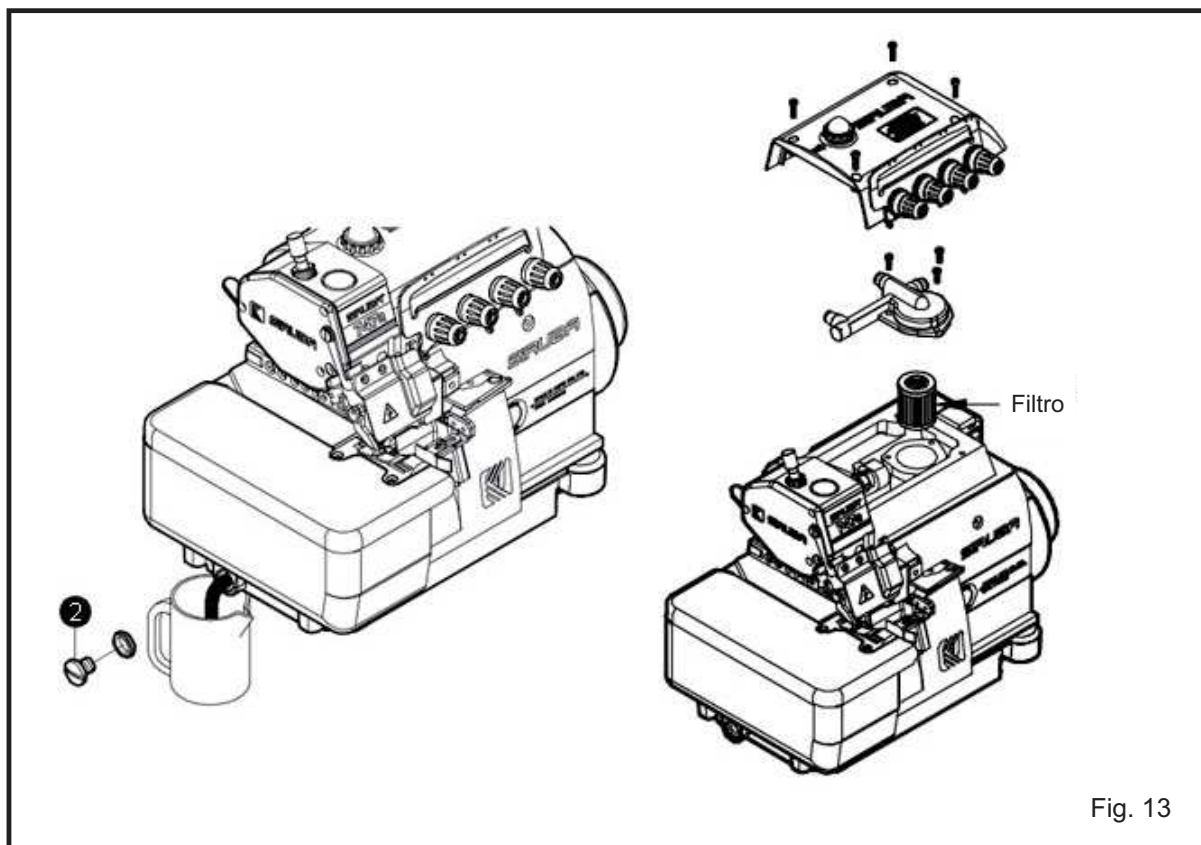

Fig. 13
2. Drenagem e reaplicação de óleo (Fig. 13)